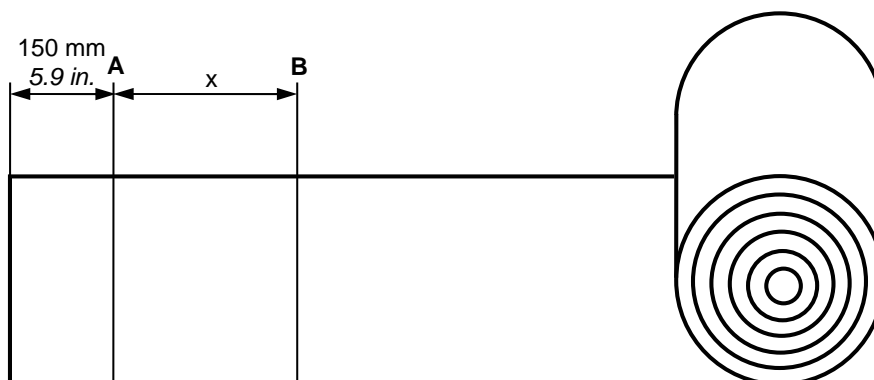

Figura 1: Inizio del taglio da una nuova bobina
- Misurare 150 mm/5.9 in. dall'estremità cinghia/nastro. Tracciare una linea ad angolo retto attraverso cinghia/nastro (vedere figura 1). Questo è il punto A. Il pezzo di cinghia/nastro lungo 150 mm/5.9 in. serve per un fissaggio sicuro sotto i morsetti (3/4). E' necessario soltanto all'inizio di ogni bobina nuova, se non esiste già una giunzione dei pettini.